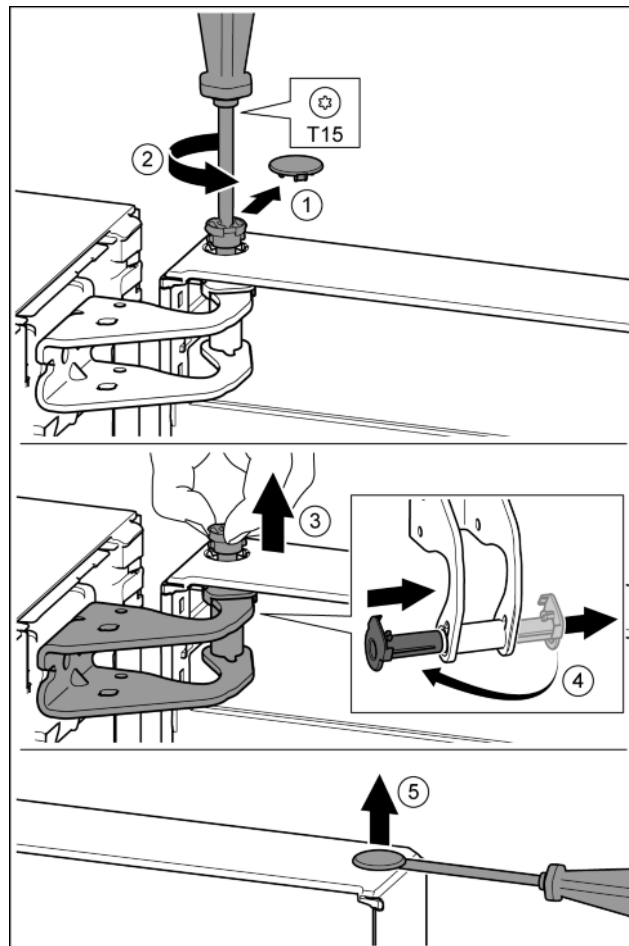

Fig. 10
- Uzmanīgi noņemiet aiztura pārsegu. Fig. 10 (1)
- Ar skrūvgriezi T15 mazliet izskrūvējiet tapu. Fig. 10 (2)
- Noturiet durvis un izskrūvējiet tapu ar pirkstiem. Fig. 10 (3)
- Izvelciet gultņa ieliktni no vadīklas. Ievietojiet un nofiksējiet no otras puses. Fig. 10 (4)
- Uzmanīgi ar plakano skrūvgriezi paceliet un izvelciet ārā aizbāzni no durvju gultņa ieliktna. Fig. 10 (5)